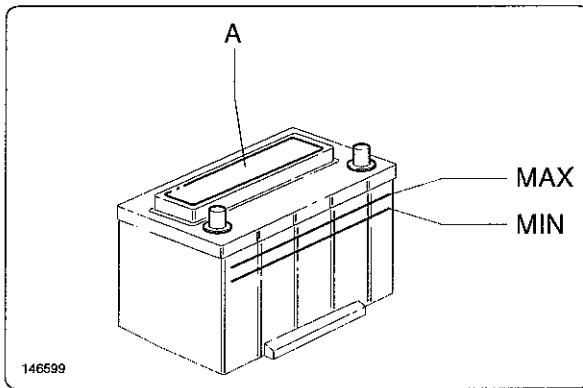

fig. 8.21.1
- Retirar la tapa "A" fig. 8.21.1 de la batería y volverlo a montar cuando de haya terminado la recarga para evitar riesgos de explosión.
- 2) retirar la tapa "A" fig. 8.21.1;
- 6) Volver a cerrar la batería con la tapa "A" fig. 8.21.1.